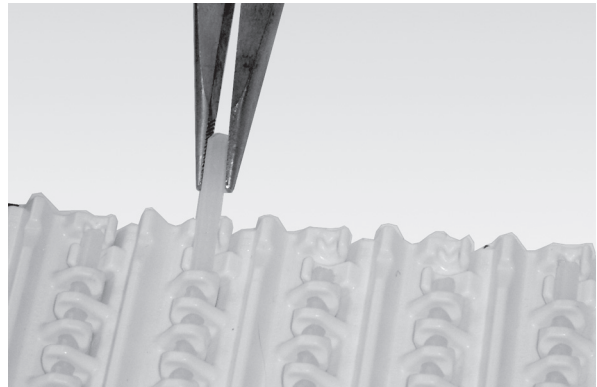

Abbildung 36
3. Entfernen Sie den Fördergurtverbindungsstab, indem Sie das Ende mit einer Zange ergreifen (Abbildung 36).